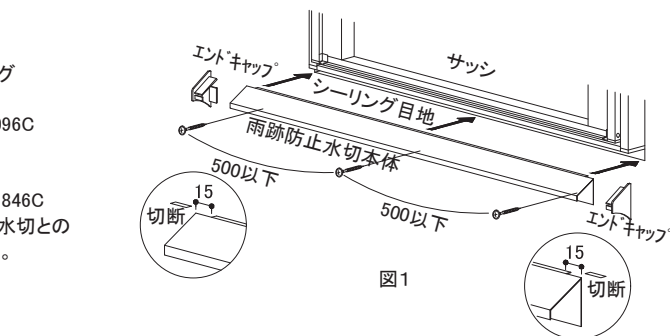

図1
- 本体鋼板部材を、シーリング目地の端部よりも両端15mm程度ずつ長くなるように切断し、切断小口にバリや変形が見られる場合は修正してください。両端の15mm程度長く取った部位は、シーリング目地挿入部を切断してください。(図1参照)
同梱専用ビスは、最低両端部の2ヶ所以上、中間部は500mm以下の間隔で、背板の下端より8～10mmの位置に取り付けます。(図1、図2参照)